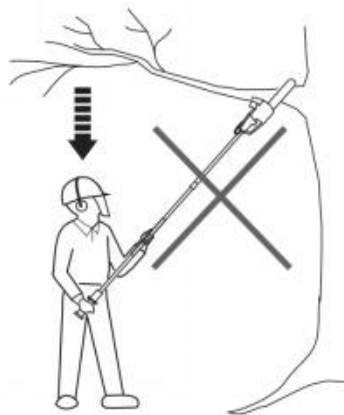

Fig. 51
4. Stå aldrig direkt under den lem du sågar. Föremål kan falla annorlunda än förväntat. Placera dig alltid ur vägen för fallande haltar (Fig. 51).